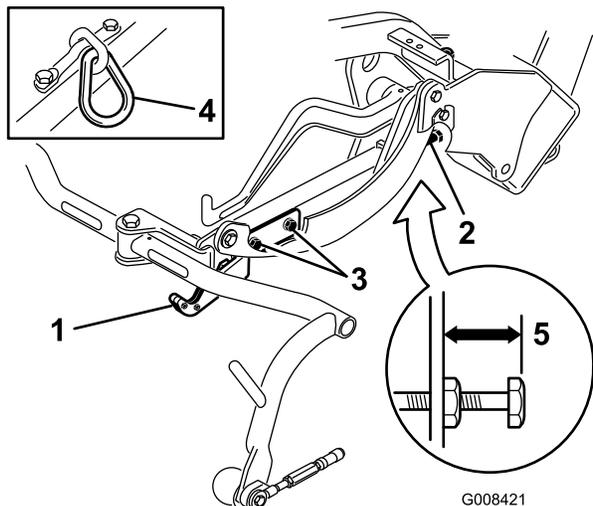

Figura 13
Controllate l'altezza di trasferimento (Figura 13 e Figura 14) e, se necessario, regolatela.
3. Sugli apparati di taglio dotati di anello o di gancio di sollevamento diretto (Figura 13 e Figura 14, da
4. Allentate le viti di montaggio della piastra di trasferimento (Figura 13, Figura 14 e Figura 12).
7. Se i telai portanti non si trovano alla stessa altezza, allentate il controdado della vite di regolazione del telaio portante (Figura 12, Figura 13 e Figura 14). Ruotate la vite, svitandola per sollevare il telaio e avvitantola per abbassarlo. Una volta ottenuta l'altezza desiderata, serrate il controdado.